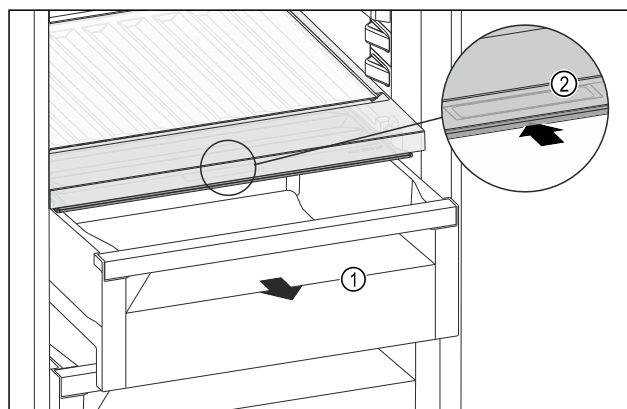

Fig. 173
- Izvucite ladicu Fig. 173 (1).
- Primite ručku Fig. 173 (2) na poklopcu pretinca i istodobno povucite poklopac pretinca prema natrag.